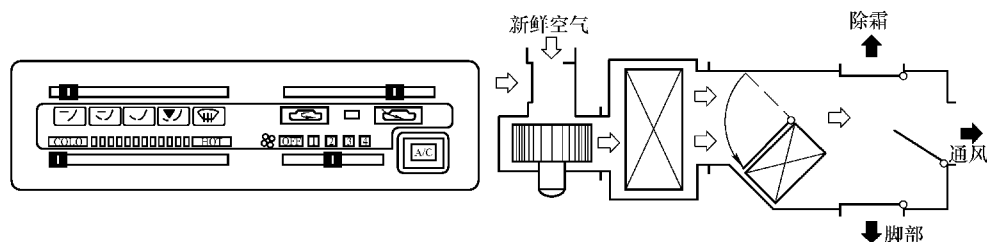

图 8-6 面部通风示意图
(1) 通风 如图 8-6 所示，当进气门设置在 FRESH（新鲜）位置，模式控制杆位于（VENT）通风位置时，新鲜的车外空气从中央和侧面通风口吹出（吹向人的面部）。在炎热天气中使用空调时，进气门应该设置在 REC（再循环）位置，以增加空调的冷却效